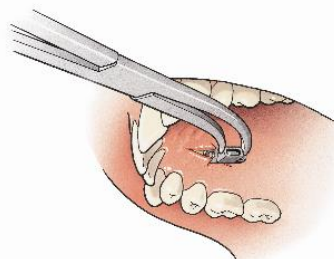
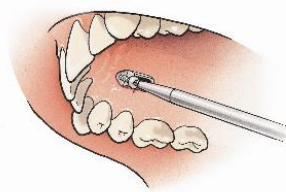

Fig. 3
Fig. 4
De abutment-platen (bestelnr. : 03-800A) subperiostaal op het botoppervlak aanbrengen (fig. 3). Er dient op gelet te worden dat de doosvormige extensies onder 30°, horizontaal en tegenover elkaar op de basisplaat worden aangebracht. De links- (L) en rechts- (R) markeringen zijn aangegeven op de abutment-platen. De platen vastzetten met 7 mm lange monocorticale zelfborende schroeven met een diameter van 2,0 mm (bestelnr. : 70-707S) (fig. 4).